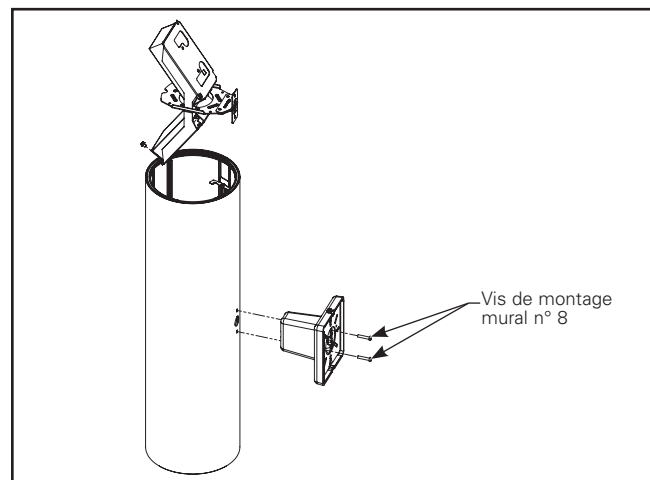

Figure 7.
1. Retirez le bras de montage mural du luminaire en retirant les deux (2) vis n° 8.
2. Retirez le sous-ensemble du pilote interne du luminaire. (Figure 7).